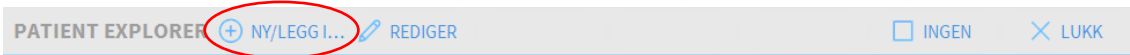

Fig 62
- Klikk på **Ny/legg inn pasient**-knappen (Fig 62).